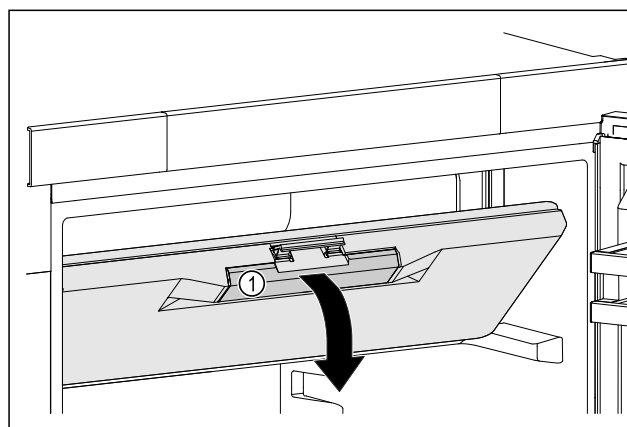

Fig. 48
- Pritomite vrata pretinca za zamrzavanje na udubljenju kao rukohvatu Fig. 48 (1).